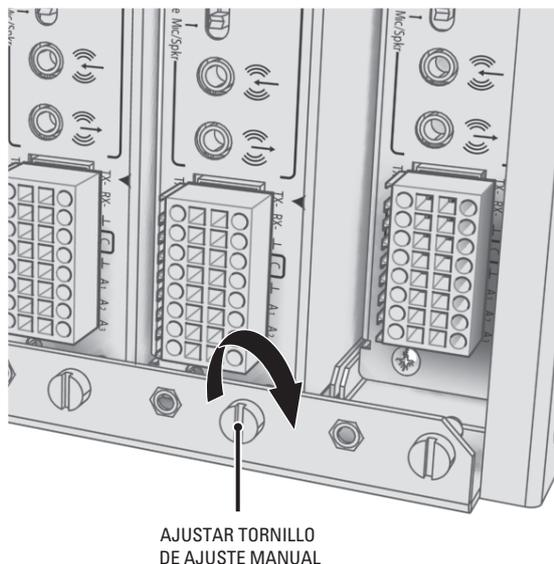

Figura 9. Enrosque firmemente el tornillo de ajuste manual para asegurar la unidad.
3. Ajuste el tornillo de ajuste manual al soporte de bastidor para asegurar la unidad en el bastidor (consulte la Figura 9).